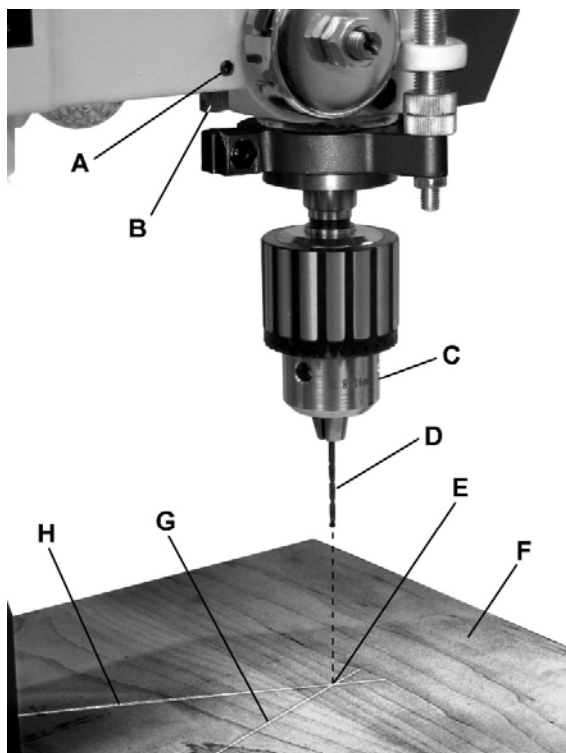

Рис. 15
Порядок выравнивания лазерного указателя (См. Рис. 15):
1. Зажмите в патроне (С) небольшое сверло (D), затем положите на стол заготовку (F). Заготовка не должна сдвигаться. Чтобы закрепить ее, воспользуйтесь струбцинами. Важно: стол станка должен быть установлен горизонтально и зафиксирован.
4. С помощью 3 мм шестигранного ключа ослабьте установочные винты (А) с обеих сторон лазерной установки (на Рис. 15 показана только левая сторона лазера).
5. Отрегулируйте (В) так, чтобы лазерный луч (G) пересекал отверстие (Е). Затяните установочный винт (А).